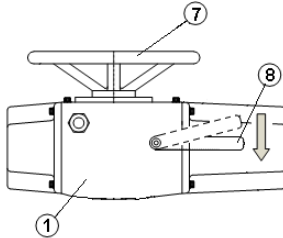

Figura 5.2: Accionamiento manual
Para accionar el sistema manualmente a través del volante (7), la palanca (8) debe ser movida hacia abajo, como se muestra en la Figura 5.2.
**Leyenda de la Figura 5.2**